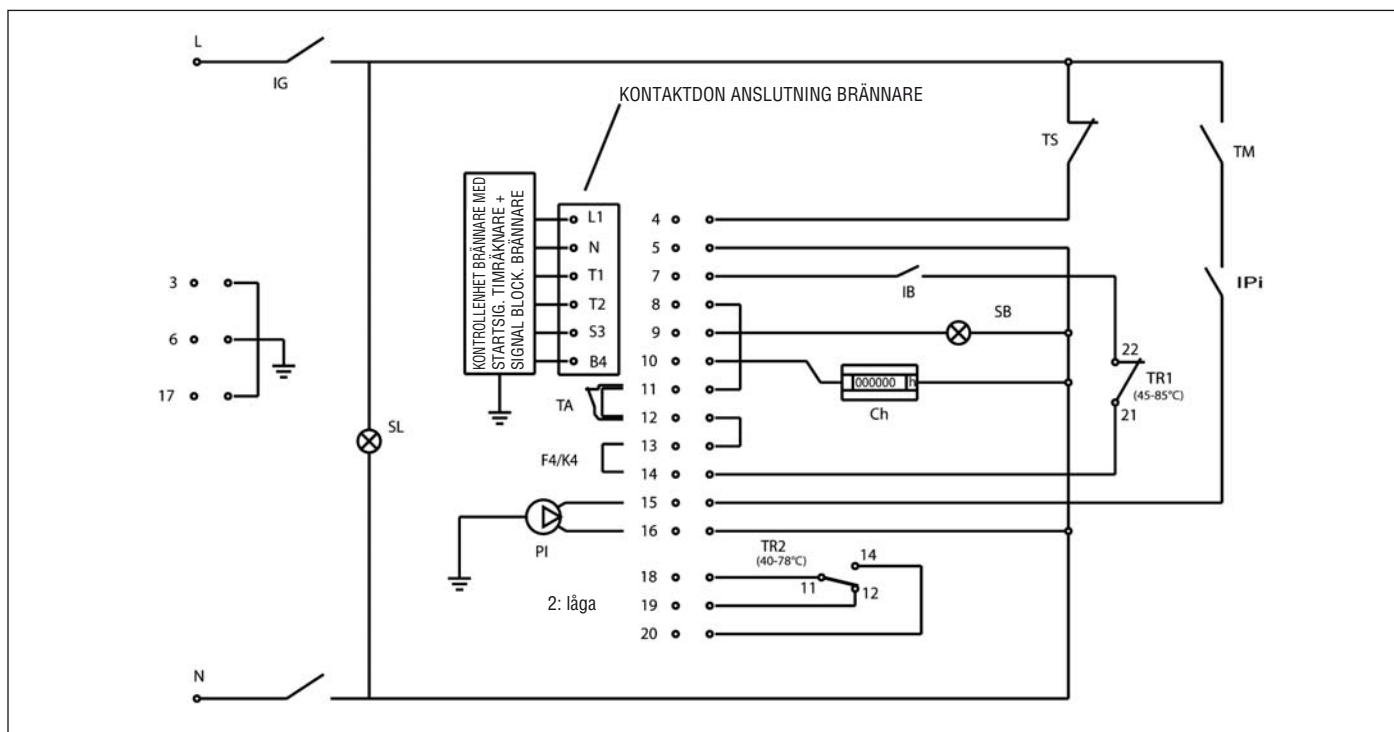

Fig. 17
7.2 Kopplingsschema för brännare och enfasig pump (Fig. 17)